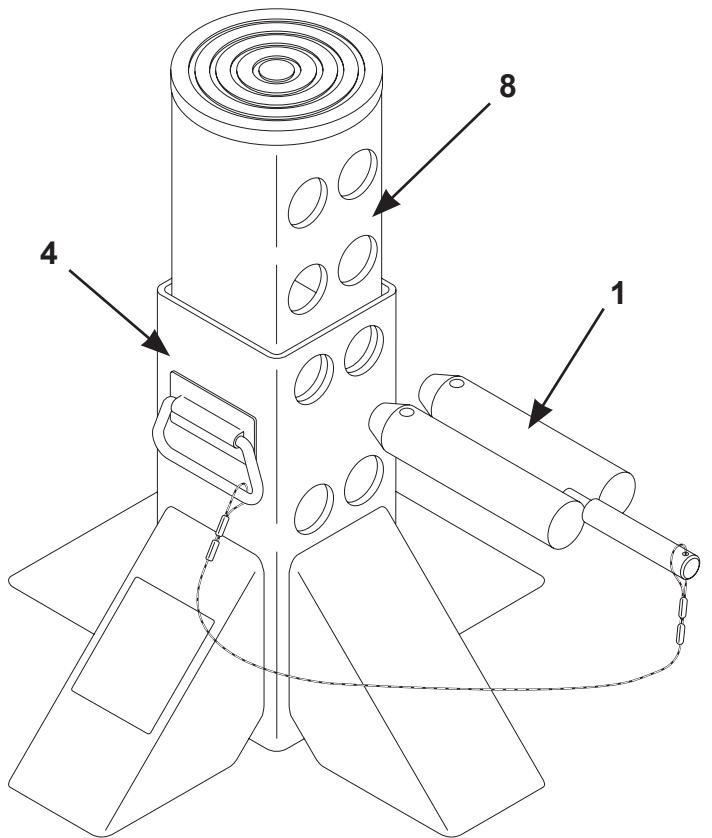

Figura 2
4. Inserte el pasador de soporte (n.º 1) completamente a través de ambas paredes del tubo de extensión interno (n.º 8) y la base del pie de soporte (n.º 4). **Consulte la Figura 2.**